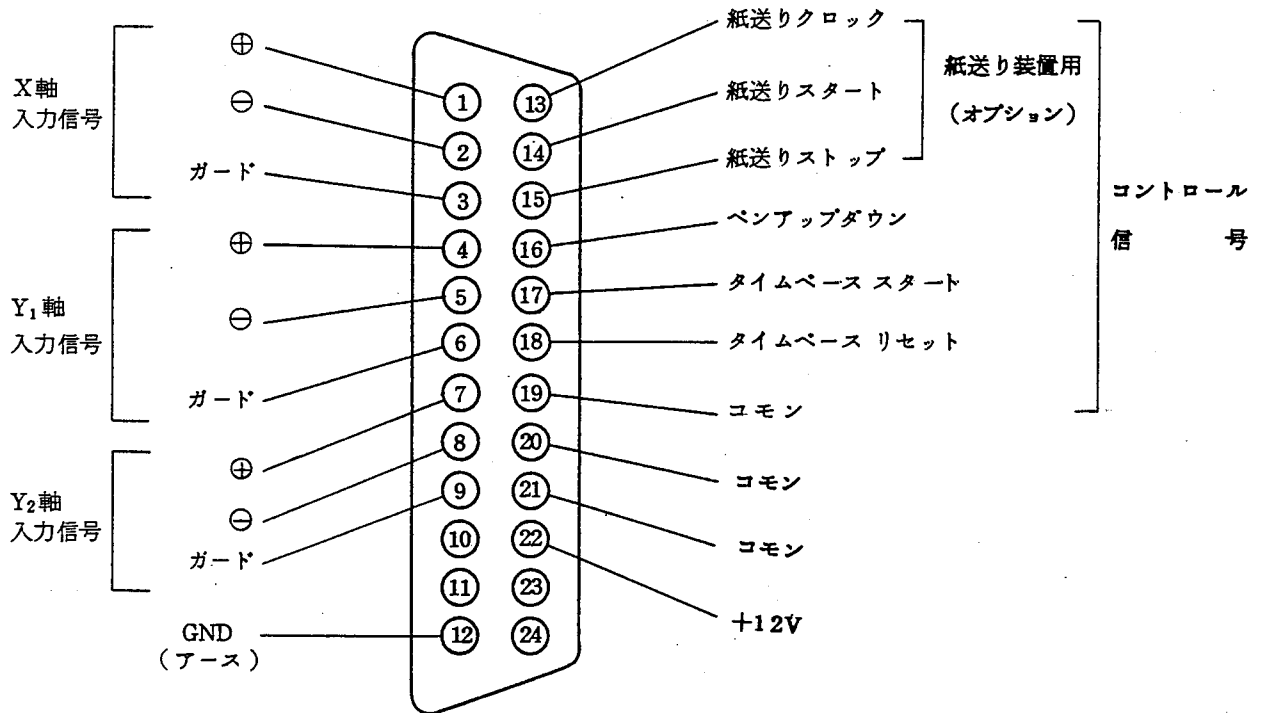

図 6. EXT. CONTROL ピン結線図
⑥-2 紙送りスタート・ストップ コントロール
このコントロールは、接点 (スイッチヤリレー) または半導体スイッチ (トランジスタやTTL IC) でコントロールを行います。接点でコントロールする場合は、接点が閉じた瞬間に、また半導体スイッチの場合はコントロールパルスの立ち下がり、スタートまたはストップの動作をします。この信号の接続はX-Y記録計本体裏面のリアコネクタを通じて行います。コントロールのコモンは⑲ピンに、スタート信号は⑳ピンに、ストップ信号は㉑ピンに接続してください。(図6参照, 11頁)
⑥-3 タイムベース・スタートリセットコントロール
このコントロールは⑥-2と同じ原理で動作しますので、コモンは⑭ピンに、スタート信号は⑰ピンに、リセット信号は⑱ピンに接続してください。(図6参照, 11頁)
⑥-4 外部クロック信号